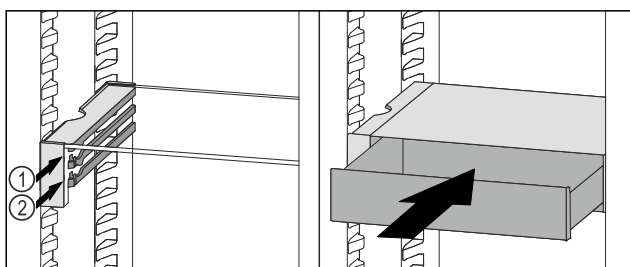

Fig. 80
- ▶ Zásuvku VarioSafe nasadte za zarážkami na požadovanom rebre Fig. 80 (1) alebo Fig. 80 (2).